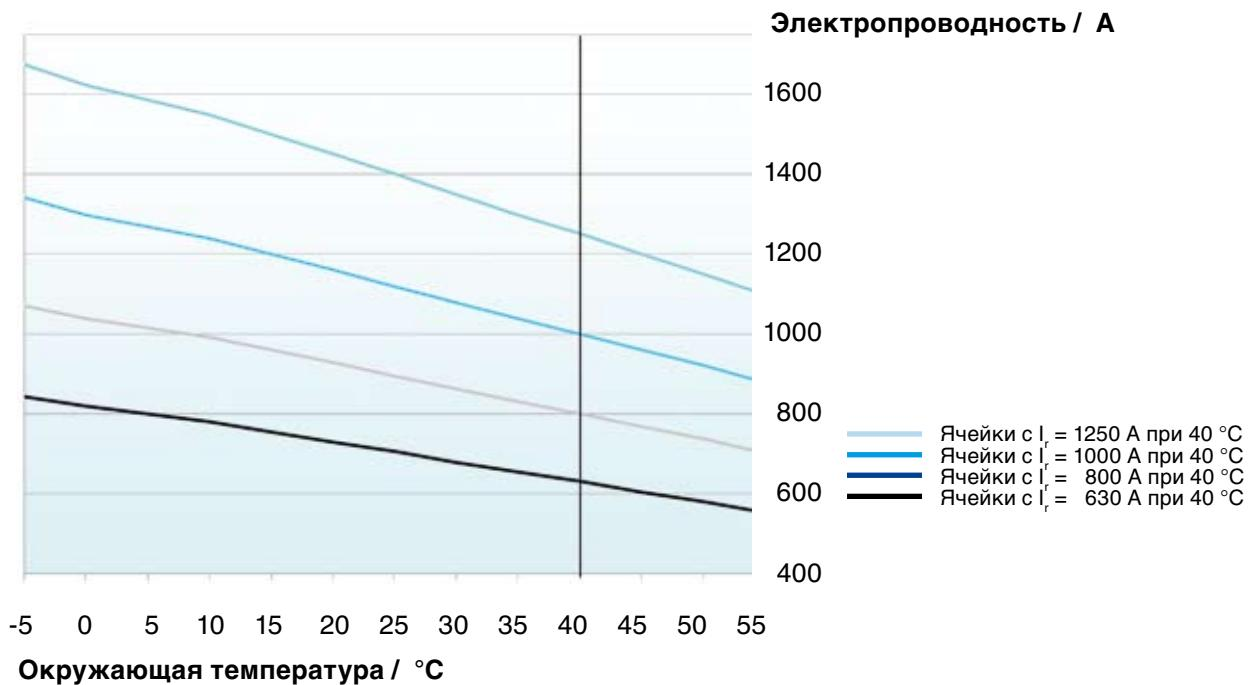

Рис. 10.1. Взаимосвязь окружающей температуры и электропроводности
- повышенная окружающая температура (макс. значение > 40 °C, а также макс. среднее значение за 24 часа: > 35 °C - см. рис. 10.1),